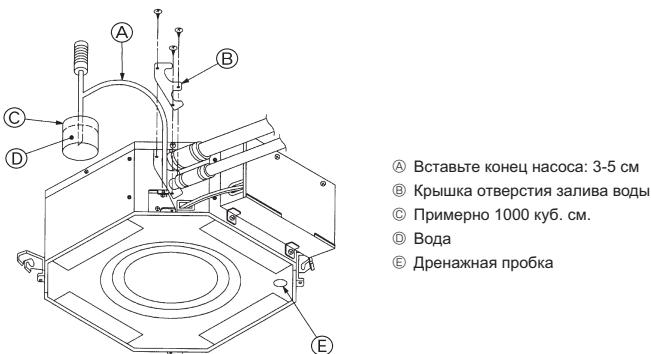

Fig. 6-8
- При выполнении операций с ② по ⑦ направьте пульт дистанционного управления на ресивер сигналов внутреннего прибора.
6.3. Проверка дренажа (Fig. 6-8)